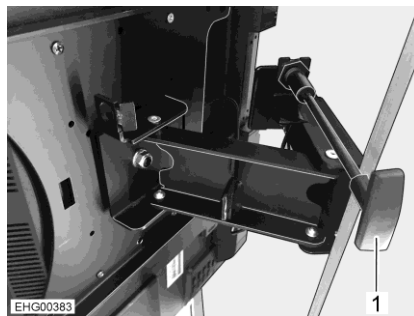

Bild 76 Halterung (einteiliger Gelenkarm)
- Griff (Bild 76,1) ziehen und halten. Der Flachbildschirm ist entriegelt.